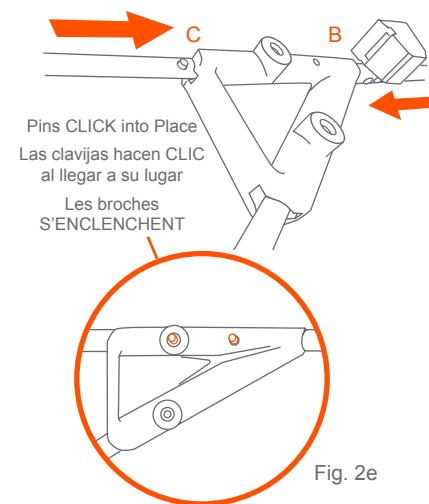

Fig. 2e
**NOTE:** The pins on the 2 Bars must click into position when inserted into the connectors correctly (Fig. 2e).
**NOTA:** Las clavijas de las 2 barras deben hacer clic al estar en posición cuando se insertan correctamente en los conectores (Fig. 2e).
**REMARQUE:** Les broches des 2 bars doivent s'enclencher lorsqu'ils sont correctement insérés dans les connecteurs (Fig. 2e).